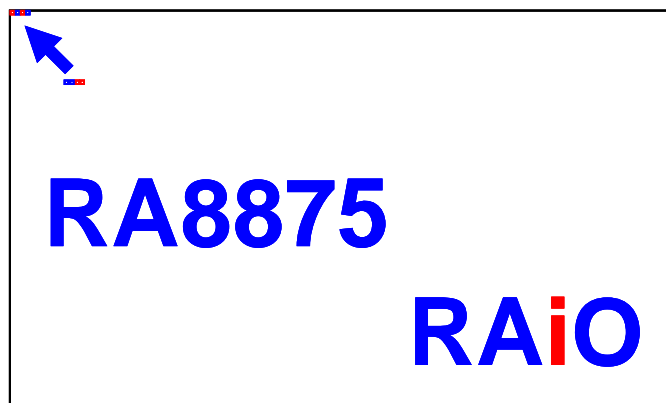

图 7-11 : 图形光标的显示
5. 写入GCHP0(REG[80h])、GCHP1(REG[81h])、GCVP0(REG[82h])、GCVP1(REG[83h]) 来改变图形光标位置, 请参考图 7-11 的显示范例。